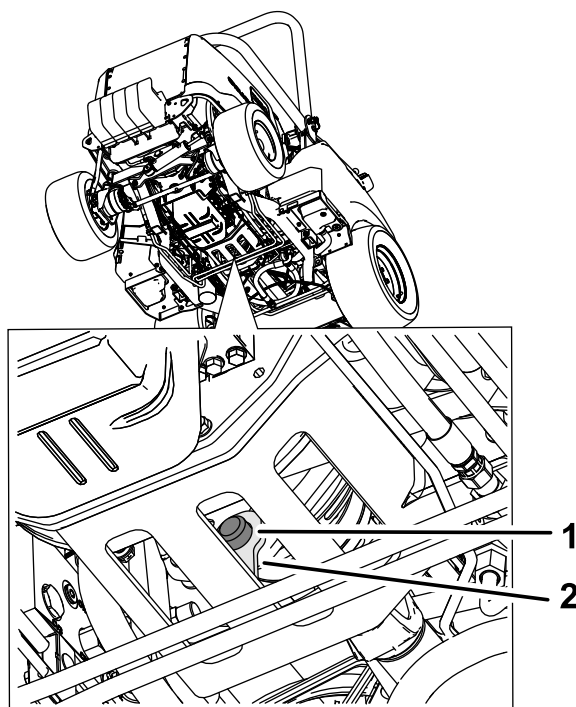

図 74
4. 金属製リテーナーとクラッチからゴム製バンパーを取り外す (図 74)。